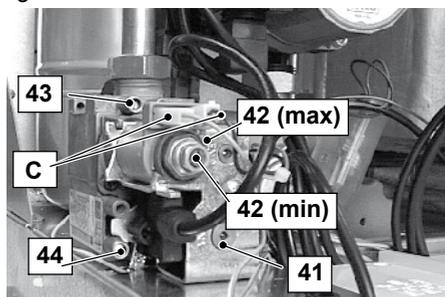

Figura 7.3
- A caldaia spenta (fuori servizio), controllare la pressione di alimentazione utilizzando la presa 44 in Figura 7.3 e confrontare il valore letto con quelli riportati nella tabella *Pressioni di alimentazione gas* nella sezione "Dati tecnici" pag. 18.
- Richiudere bene la presa di pressione 44 in Figura 7.3.
- Aprire la presa di pressione 43 in Figura 7.3 e collegare un manometro.
- Confrontare il valore di pressione misurato con quello indicato nelle tabelle seguenti. Per tarare la pressione al bruciatore agire sul dado esagonale grande in ottone dell'operatore modulante 42 max in Figura 7.3 (ruotando in senso orario la pressione aumenta).
- Sconnettere il filo di alimentazione "C" dell'operatore modulante 42. Fare attenzione che non vada a toccare le parti metalliche della caldaia Figura 7.3
- Per tarare la pressione al bruciatore agire sulla vite in plastica (42 min in Figura 7.3) tenendo fermo il dado esagonale in ottone grande (42 max in Figura 7.3) dell'operatore modulante (ruotando in senso orario la pressione aumenta).
- Chiudere la presa di pressione 43 in Figura 7.3
IMPORTANTE: Dopo ogni misurazione delle pressioni gas, richiudere bene le prese di pressione utilizzate (28 e 27 in Figura 7.3). Dopo ogni operazione di regolazione gas gli organi di regolazione della valvola devono essere sigillati.